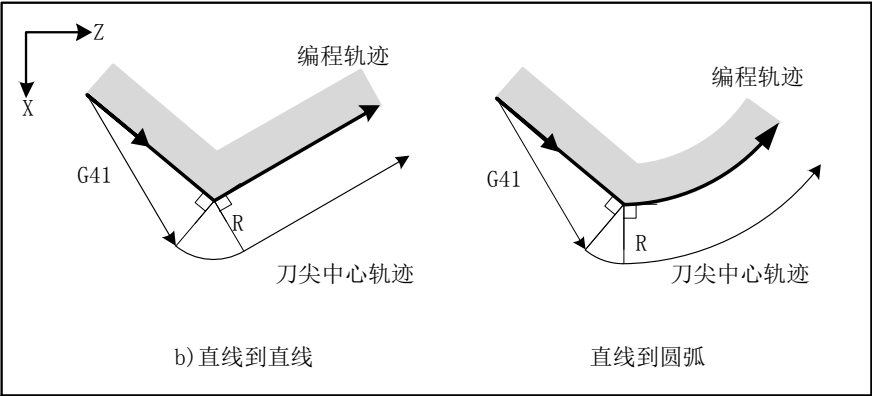

图 2. 29
b) 对于夹角 $>180^\circ$ 的情况, 如图 2. 29